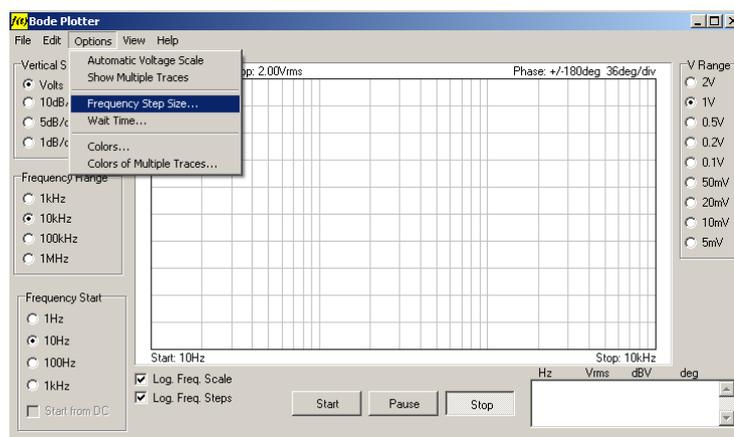

Рис. 1. Выбор шага изменения частоты.
- 1.3.6. В меню Options выберите Frequency Step Size (рис. 1)